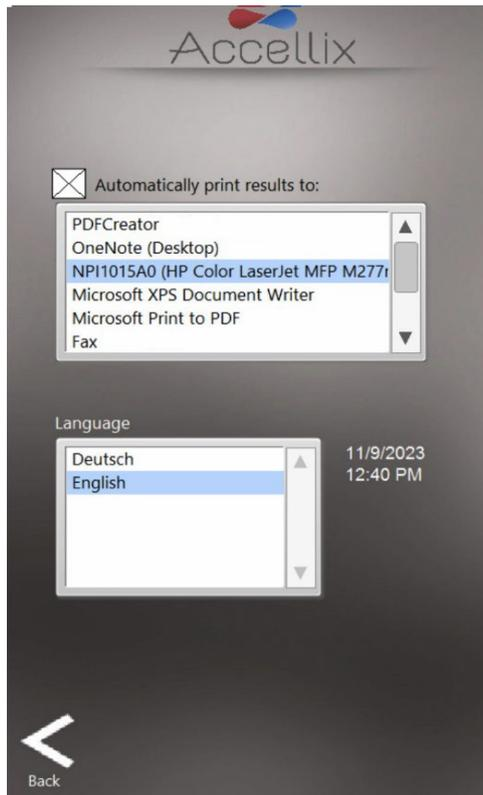

图 17: 设置屏幕
3. 轻触 **Home**（主页）屏幕右下角的 **Settings**（设置） 图标以访问 **Settings**（设置）屏幕（图 17）。